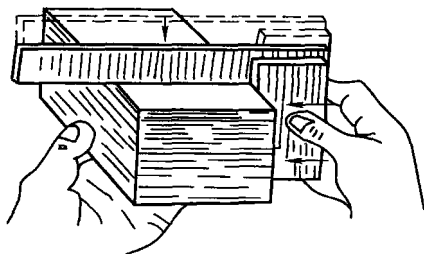

图 1-7 用直角尺检查工件垂直度
(1) 检查工件垂直度 左手拿工件, 右手拿直角尺, 使尺座内侧面与工件测量基准接触, 向下轻轻移动角尺, 让尺苗慢慢与工件被接触面接触, 如图 1-7 所示, 根据透光判断工件被测面与基准面是否垂直。